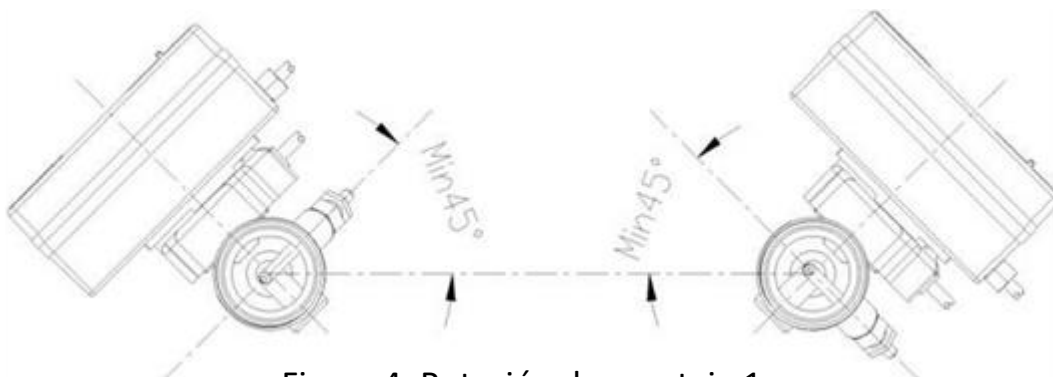

Figura 4: Rotación de montaje 1
- ❖ 3. Si el medidor está instalado en la tubería horizontal, debe estar orientado al menos a 45 ° de la horizontal (consulte la Figura 4). Si la cara del medidor es horizontal (consulte la Figura 5), la acumulación de sedimentos puede aumentar las inexactitudes. No hay requisitos especiales al instalar en la tubería vertical.